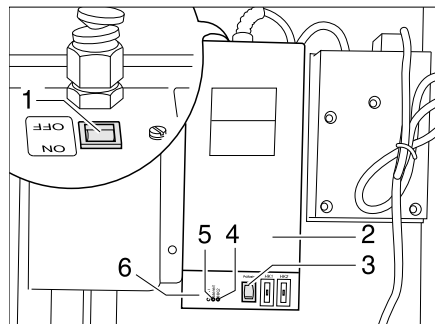

Bild 117 Trafo mit Regelgerät
Der Trafo 230 V AC/12 V DC (Bild 117,2) ist je nach Modell im Kleiderschrank oder in der Truhe der Sitzgruppe eingebaut.
- Kontroll-Leuchte (Bild 117,5) leuchtet grün: Regelung in Betrieb
- Kontroll-Leuchten (Bild 117,4 und 6) leuchten rot: Abwasserleitungen werden erwärmt
In das Gehäuse ist ein Prüftaster (Bild 117,3) integriert, mit dem das Regelgerät kurzzeitig in Betrieb genommen werden kann. Durch Drücken des Prüftasters lässt sich die Funktion der Erwärmung testen, auch wenn die Umgebungstemperatur über 5 °C liegt.
- Schalter (Bild 117,1) am Trafo (Bild 117,2) auf "ON" stellen.
- Schalter (Bild 117,1) am Trafo (Bild 117,2) auf "OFF" stellen.